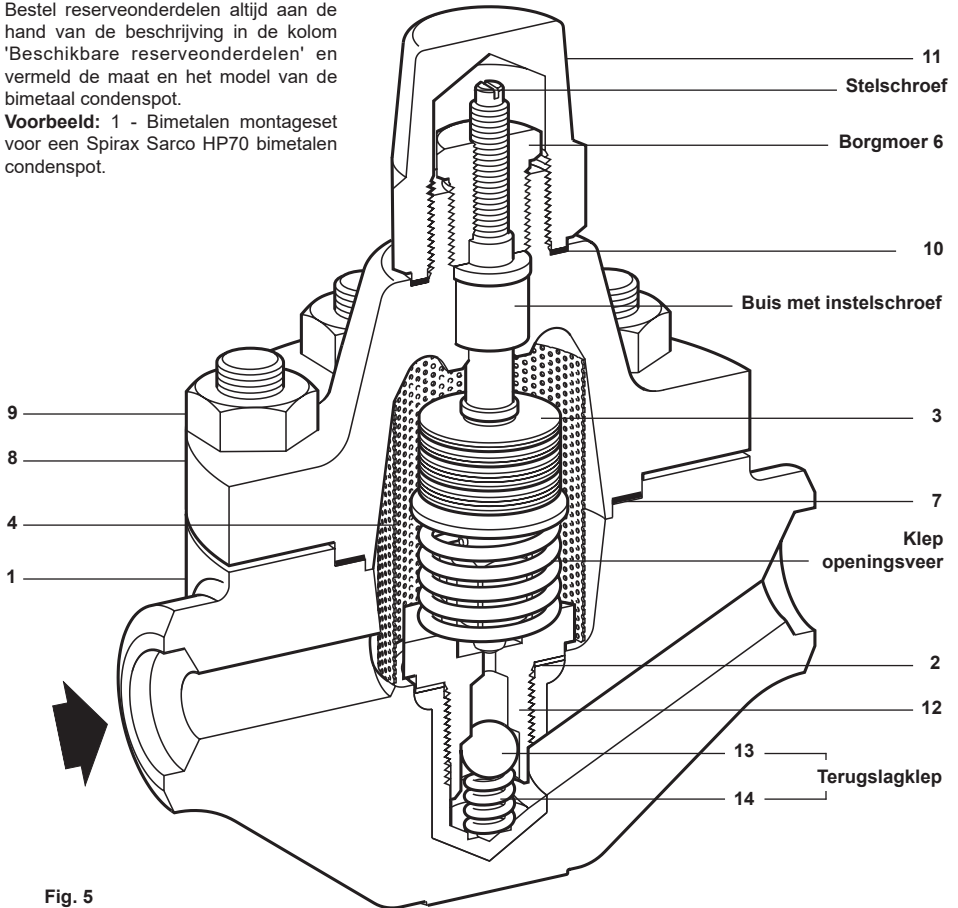

Fig. 5
6.5 Montage: Zie Afbeelding 5.